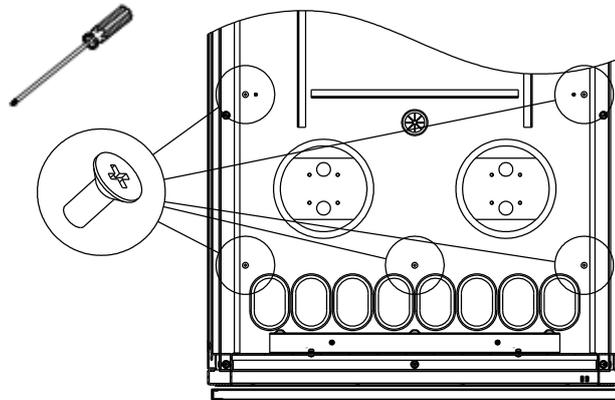

图2-13 从柜内顶部固定 ECO 风扇模块
2) 机柜内安装 5 颗 M4×10 十字槽沉头螺钉对 ECO 风扇模块进行固定, 如图 2-13, 推荐使用 1x300 十字螺丝刀。